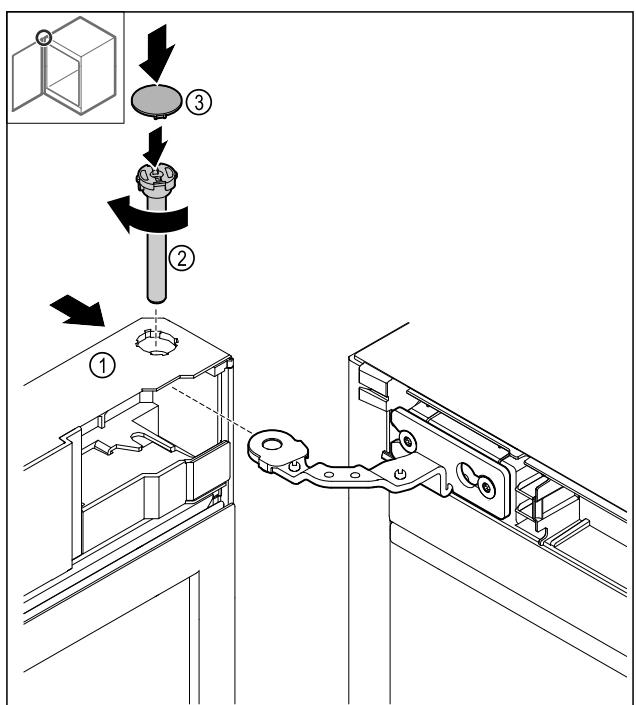

Fig. 50
- ▶ 将上部冰箱门 Fig. 50 (1)推到铰链上。
- ▶ 插入螺柱 Fig. 50 (2)并顺时针拧紧。
- ▶ 安放盖板 Fig. 50 (4)。